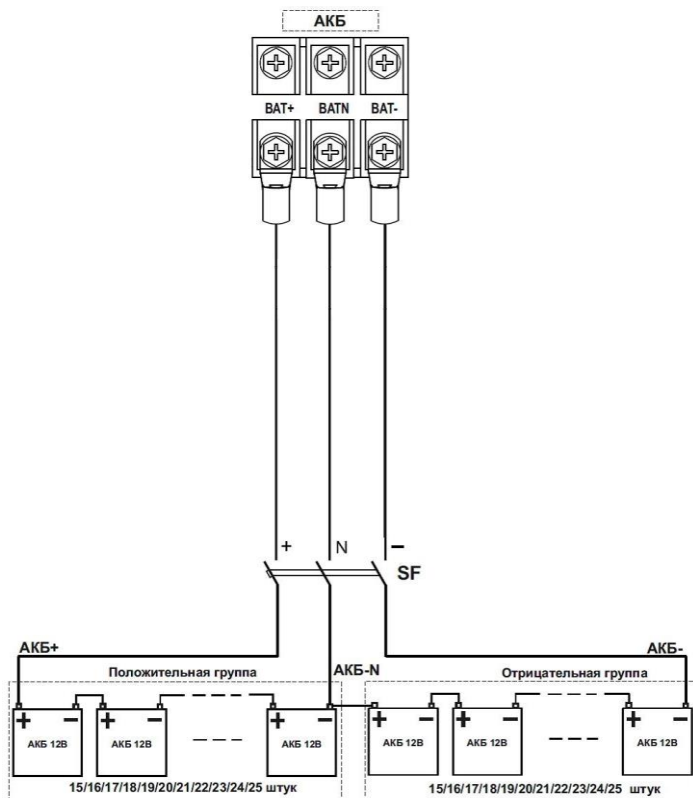

Рисунок 4 — Схема монтажа аккумуляторной батареи.
- Включите защитный автоматический выключатель АКБ (SF) или выключатель группы предохранителей (при их использовании), см рисунок 4.
Между АКБ и изделием должен быть подключен автоматический выключатель постоянного тока (SF, на номинальный ток 250А – SKAT-UPS 80-3/3-ON или 315 А - SKAT-UPS 100-3/3-ON, см. рисунок 4).
Между АКБ и изделием должен быть подключен DC — совместимый термоманитный трехполюсный защитный автоматический выключатель SF, (или другое устройство защиты, например, группа предохранителей с трехполюсным выключателем), расположенный как можно ближе к АКБ, см. рисунок 4.
- номинальное напряжение выключателя должно быть не менее рабочего напряжения положительной/отрицательной группы АКБ (см. рисунок 4);
Затем выполнить, **с соблюдением полярности**, последовательное соединение аккумуляторных батарей 12В, в соответствии с двуполярной схемой (см. рисунок 4) при помощи перемычек АКБ (**перемычки АКБ в комплект поставки НЕ входят**). При монтаже, на перемычки АКБ следует надеть пыльники для изоляции клемм (входят в комплект поставки). После монтажа рекомендуется проверить качество изоляции клемм АКБ.
- подключение кабелей к клеммному блоку выполняйте в соответствии со схемами (см. рисунок 4, 5, 6) и маркировкой, нанесенной на клеммном блоке изделия;
- подключите провода заземления кабелей подключения питающей сети и нагрузки к соответствующим клеммам заземления изделия (см. Рисунок 4);
- подключение кабелей к клеммному блоку выполняйте в соответствии со схемой (см. рисунок 4) и маркировкой, нанесенной на клеммном блоке изделия;
- к клеммам заземления каждого изделия подключите провода заземления кабелей подключения питающей сети и нагрузки (см. рисунок 4);